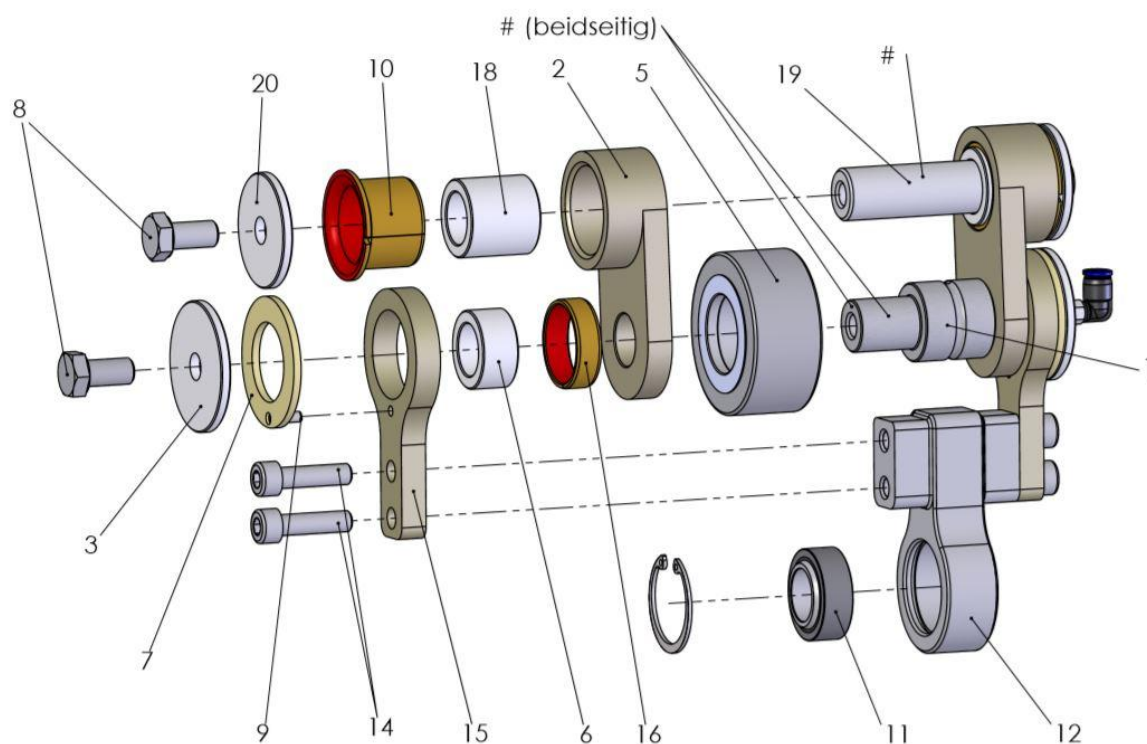

图 7-7: 双摇臂悬架的分解图
- 按图 7-7 所示拆卸所有单独部件。
- 在图 7-7 中带“#”号标记的部件以及以下所列部件表面涂抹一层薄薄的 Klüber 46MR401 装配膏（Timmer 产品编号：70011820）。
- 止推垫片 (3) 与止推垫片 (7) 的接合面
- 轴 (1) 的所有表面
- 轴 (19) 的所有表面